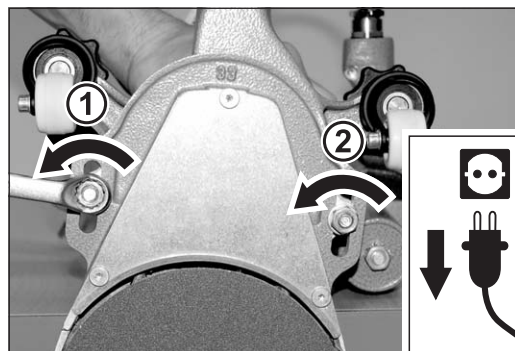

Abb. 36 Die beiden Muttern, mit denen der Vorsatz befestigt ist, mit dem Ringschlüssel lösen (1 + 2). Die Muttern und die Scheiben abnehmen.
- Lösen Sie mit dem Ringschlüssel aus der Werkzeutasche die beiden Muttern, die den Vorsatz am Ventilatorgehäuse befestigen (Abb. 36, 1 + 2). Nehmen Sie die Muttern und die Scheiben ab.